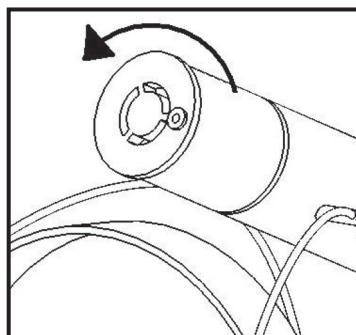

Figura 5: Rimozione del modulo d'illuminazione del sistema v600
- 4) Rimuovere il vecchio tubo d'illuminazione dal tubo ottico, ruotandolo in senso antiorario come mostrato nella Figura 5.